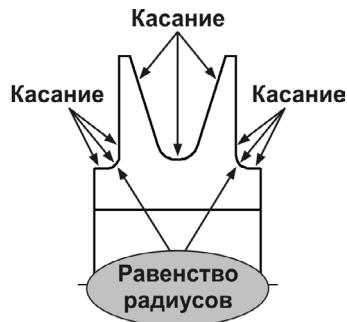

Рис. 64.4.
9. Наложите связь *равенство радиусов* на две симметричные дуги в левой и правой частях контура (рис. 64.4).
10. На все дуги и примыкающие к ним отрезки наложите связь *касание* (рис. 64.4).